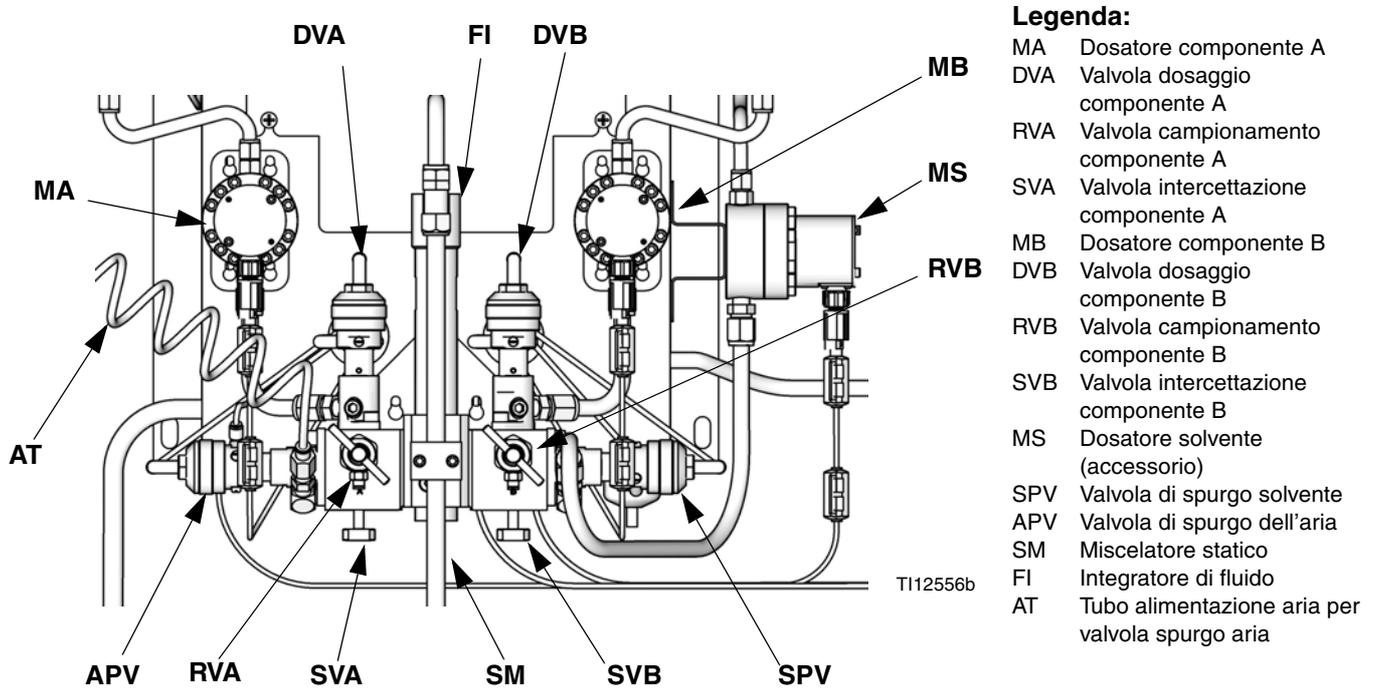

FIG. 3 Stazione del fluido per montaggio a parete
4. Intercettare l'alimentazione del fluido alla valvola di spurgo del solvente (SPV) e l'alimentazione d'aria alla valvola di spurgo dell'aria (APV), FIG. 3.
2. Chiudere la valvola di intercettazione lato A (SVA), FIG. 3. Aprire la valvola di campionamento del lato A (RVA).
8. Aprire la valvola di intercettazione del lato A (SVA), FIG. 3. Chiudere la valvola di campionamento del lato A (RVA).